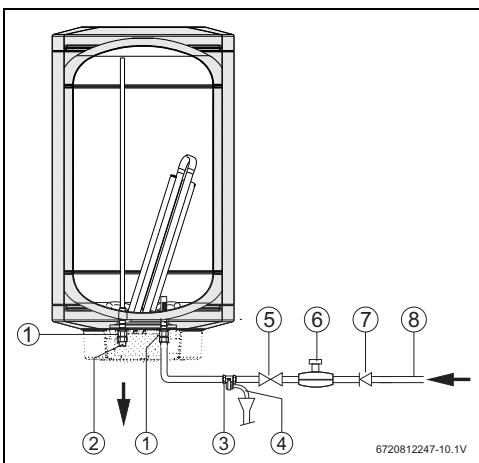

Рис. 9 Подключение воды
- ▶ Для предотвращения неисправностей, вызванных неожиданными колебаниями давления в водопроводной сети, рекомендуется перед баком установить обратный клапан (рис. 9, [7]).
- ▶ Установите предохранительный клапан на подводке холодной воды к баку (рис. 9).
- ▶ Установите редукционный клапан (рис. 9).